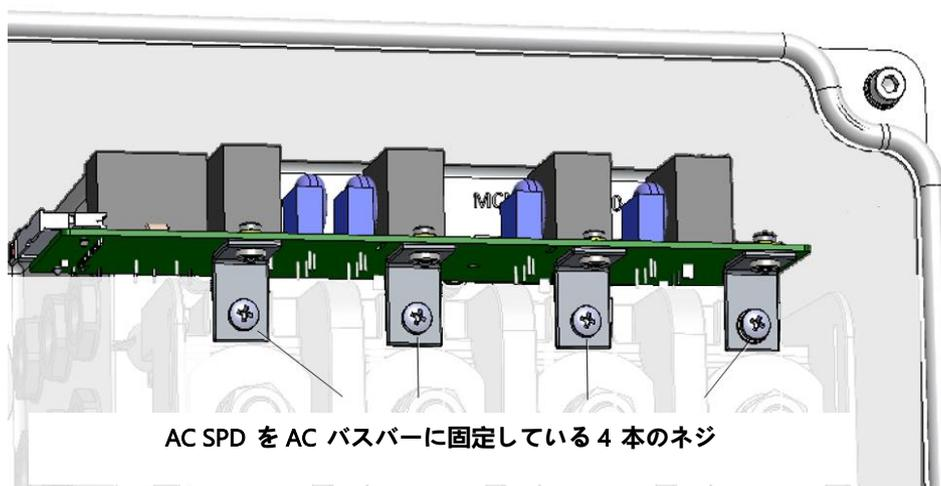

図 3: AC導体からAC SPDを取り外す
3. AC SPDをACバスバーに固定している4本のネジを外して、AC SPDを本体内部から少し引き出してください (図3参照)。
3. 付属のAC SPDをAC導体上に配置し、4本のネジを2.6 N*mのトルクで締めてください。(図 3 参照)